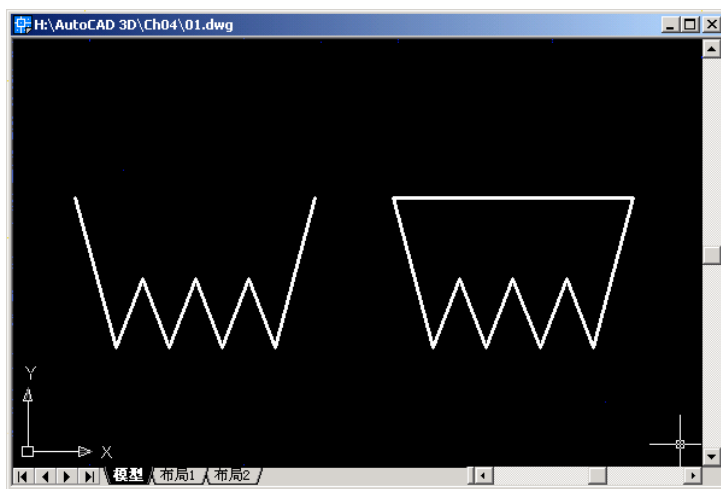

图 4-6 三维多段线的打开与闭合
①选择“闭合(C)”命令选项,可以将三维多段线的两个端点用直线段连接起来,形成闭合的三维多段线。对于已经闭合的三维多段线,该选项被“打开(O)”命令选项代替,选择该项后,AutoCAD将删除三维多段线两个端点之间的直线段。例如,图4-6中左侧为打开的三维多段线,右侧为闭合的三维多段线。